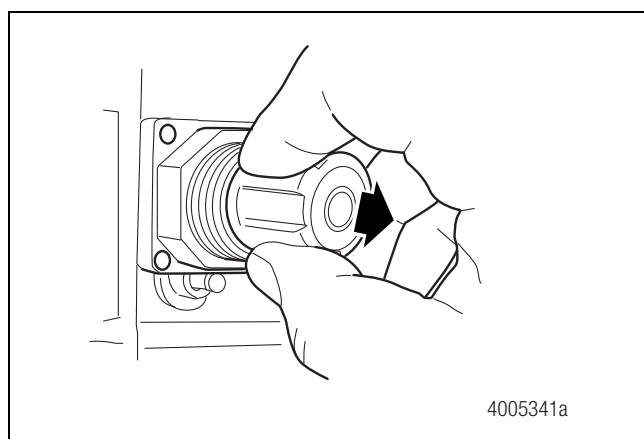

Figura 3.17
1. Destrahe la perilla del regulador, tirando hacia afuera. Se debe oír y sentir un ligero "clic". Figura 3.17.